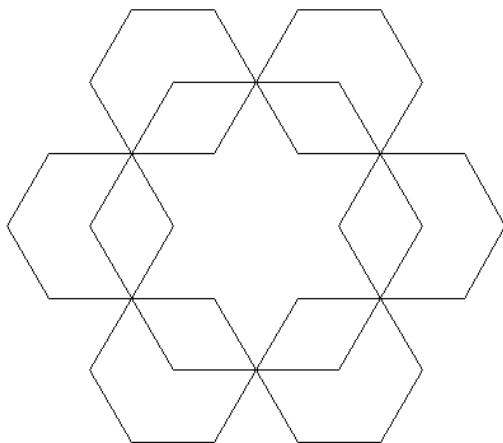

Рис.3. Команда «Многоугольник»
10. Выполнить самостоятельно геометрические построения, используя команды «Многоугольник», «Прямоугольник», «Дуга», «Круг» (см. рис. 3,4,5)